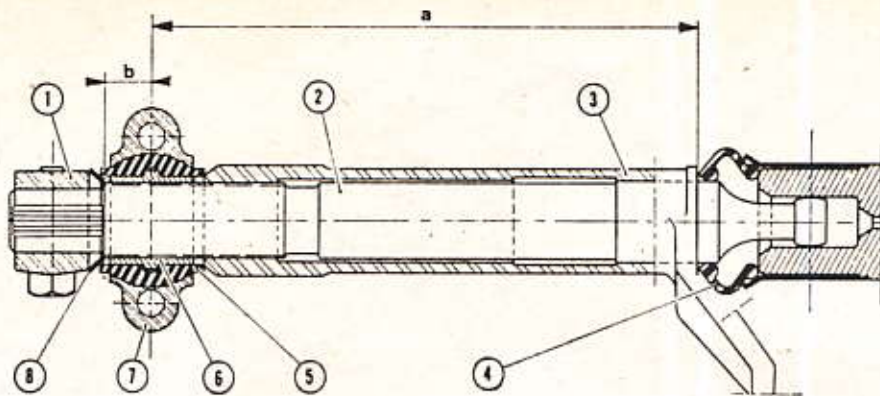

Fig. 49. — Vue en coupe de l'arbre de renvoi de débrayage.
la commande de débrayage a été renforcée par augmentation de la section du levier (1) (fig. 49), passée de 20 à 27 mm, et de l'arbre de renvoi (2) afin de diminuer la flexibilité de la timonerie qui réduit la course de débrayage.